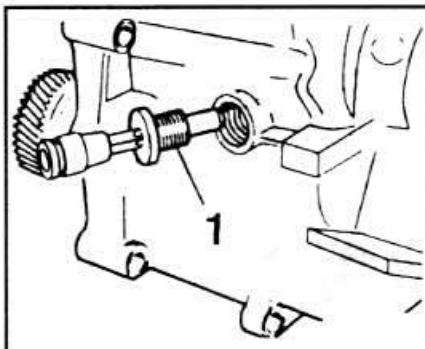

Рис. 5-26. Завертывание оси вилки переключения передач:
- Завернуть оси вилки переключения III и IV передач, установив вилку рукой в положение совмещения отверстий (рис. 5-26).